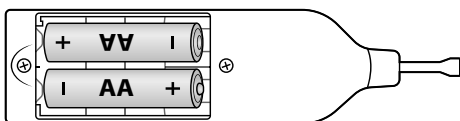

Fig. 1
- ◆ Aprire il vano pile ④ situato sul lato posteriore del fonditore di cera ①.
- ◆ Inserire le pile nel fonditore di cera ① come indicato nel vano pile ④ (vedere *fig. 1*).
- ◆ Chiudere nuovamente il vano pile ④.